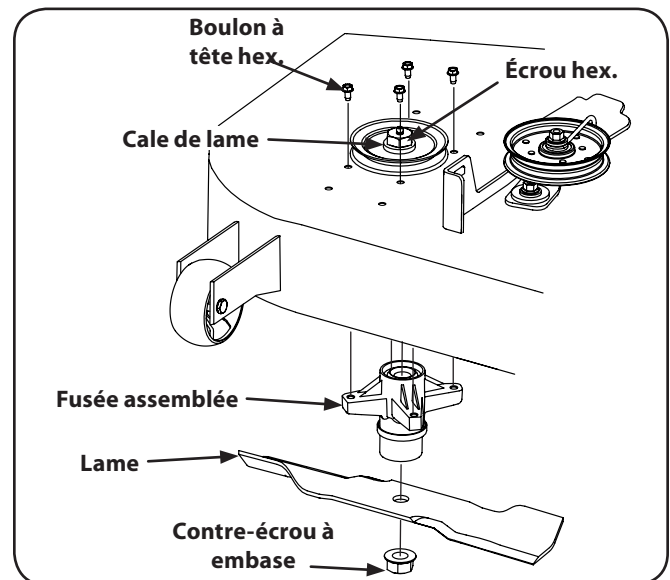

Figure 7-7
6. Avec l'aide d'une clé mixte ou d'une clé à rochet, retirez les quatre écrous hexagonaux et les quatre boulons à tête hexagonale. Retirez la fusée assemblée. Voir la Figure 7-7.